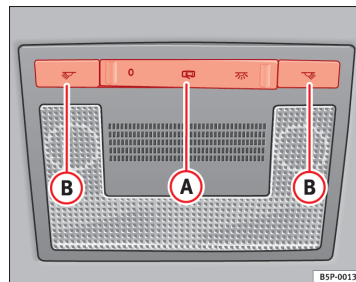

Fig. 77 Loft: kabinelys foran
Med kontakten ① ⇒ Fig. 77 kan du vælge følgende positioner:
Tryk kontakten til position 0 $\Rightarrow$ Fig. 77.